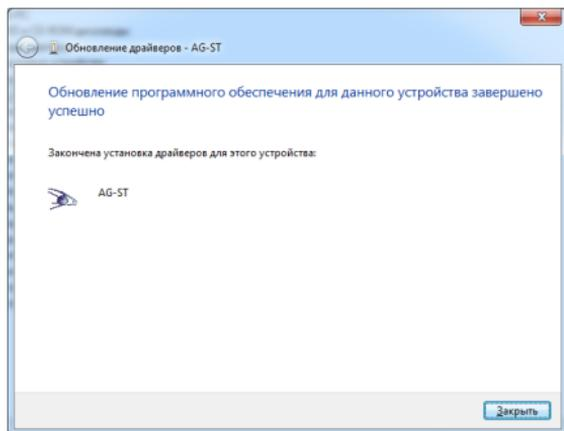

Рис. 4. Установка драйверов завершена.
**6.** После успешной установки драйверов система распознает подключенное устройство (рис.4). Для завершения работы с Мастером обновления нажмите кнопку «Заккрыть».